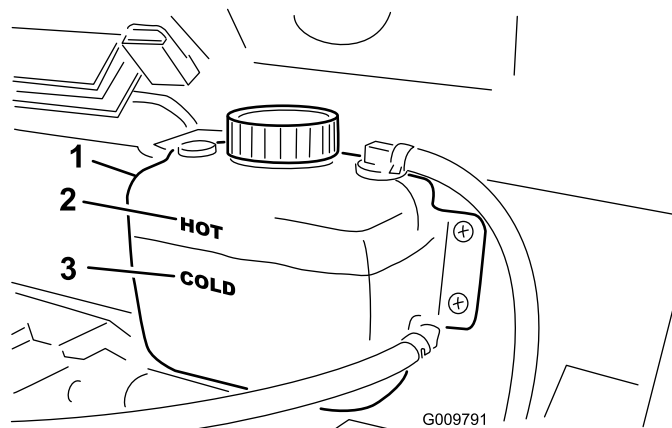

Figura 19
2. Verifique o nível do líquido de arrefecimento ao lado do depósito de reserva (Figura 19). O líquido de arrefecimento deve estar na linha Cold, quando o motor está frio.